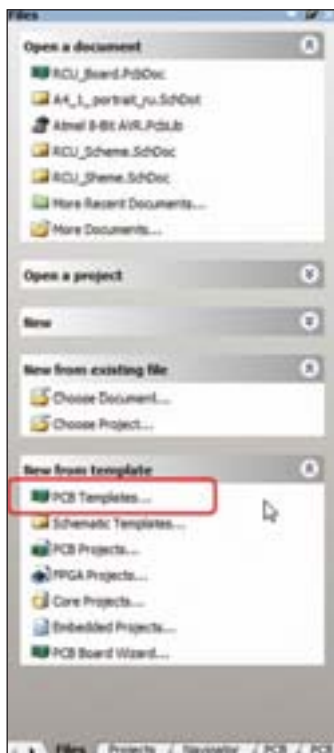

Рис. 53. Вкладка для открытия файла печатной платы
2. Выберите команду **PCB Templates** в разделе **New from Template** (рис. 53).